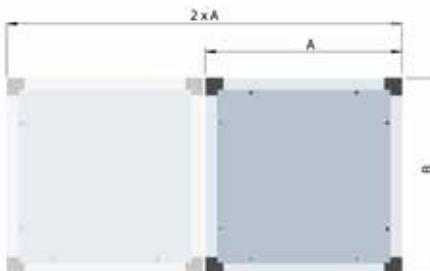

Figura 10: MUB Condición para el montaje (back)
- Cuando el MUB / T debe ser configurado para garantizar que el espacio suficiente para la instalación del dispositivo está disponible (Importante para el motor debido a una Motor-/Laufradwechsel, véase la Figura 10).